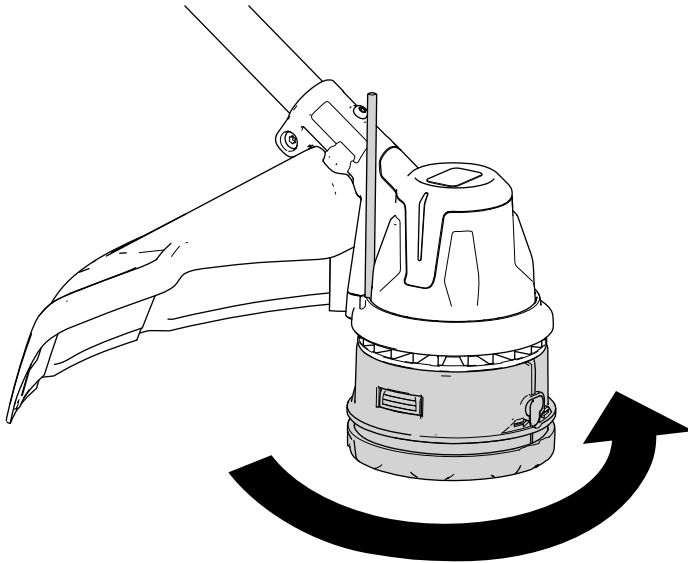

Bild 17
3. Drehen Sie den Freischneiderkopf mit einem Werkzeug, welches den Freischneiderkopf arretiert, gegen den Uhrzeigersinn, um ihn vom Gewinde des Getriebegehäuses zu entfernen (**Bild 17**).